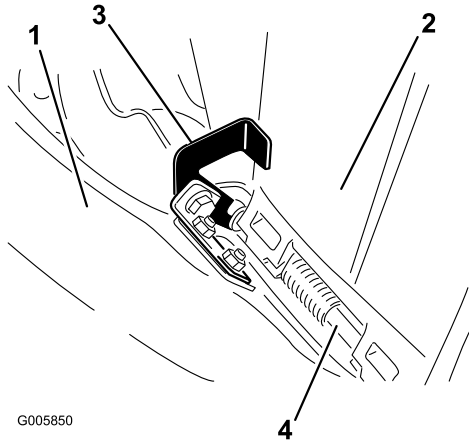

Bild 15
6. Haken Sie oben am Auswurfkanal den hakenförmigen Riegel um die Gelenkstange am Ablenkblech, siehe Bild 15.